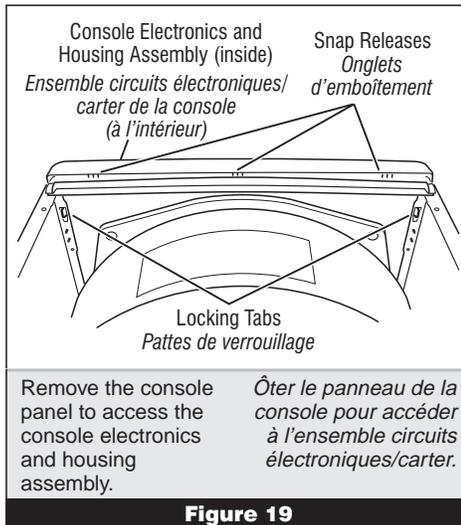

Figure 19
3. The console panel has two locking tabs on the left and right rear, one locking tab on the bottom (hidden), and three snap releases across the top. See figure 19. Press the locking tab on the right rear, and gently rotate the console panel up as you pull the top free of the three snap releases, finally pressing the locking tab on the left, and lift the console panel off.
3. Le panneau de la console comporte deux pattes de verrouillage à l'arrière (à droite et à gauche), une patte de verrouillage en bas (dissimulée), et trois onglets d'emboîtement au sommet. Voir figure 19. Appuyer sur la patte de verrouillage (à l'arrière, à droite), et faire pivoter doucement le panneau de la console vers le haut tout en tirant au sommet pour libérer les trois onglets d'emboîtement; finalement, appuyer sur la patte de verrouillage de gauche, et soulever le panneau de la console et l'enlever.